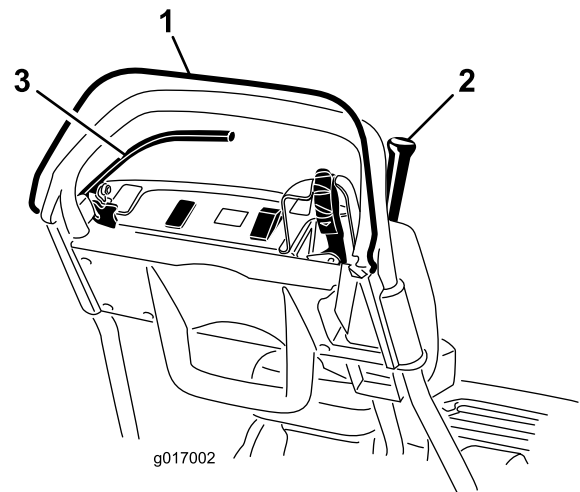

図 27
3. OPC を解除した状態で、走行レバーを入れる 図 27。レバーが入らなければ正常。
4. OPC を押し、走行レバーを入れた状態から OPC を解除する 図 27。
5. OPC を押し、シフトレバーを左に入れて走行とリール回転を開始し、OPC を解除する 図 27。
6. OPC を押し、シフトレバーを左に入れて走行とリール回転を開始し、その状態からシフトレバーを右に操作してリール回転を解除する 図 27。
2. OPC を押し、走行レバーを入れた状態とし、エンジンコントロールを始動位置にする 図 27。
2. 走行レバーを解除した状態とし、常用ブレーキを掛けた状態とし、エンジンコントロールを始動位置にする 図 27。
4. エンジンを始動させ、常用ブレーキ駐車ブレーキではなくを掛け、OPC を押した状態から走行レバーを入れる 図 27。
5. エンジンを始動させ、駐車ブレーキラッチを掛け、OPC を押した状態から走行レバーを入れる 図 27。